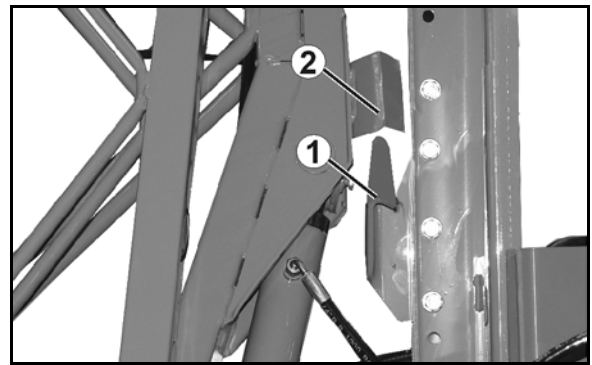

Fig. 79
- fangkrogene (Fig. 79/1) ikke længere har fat i bomholderen (Fig. 79/2).